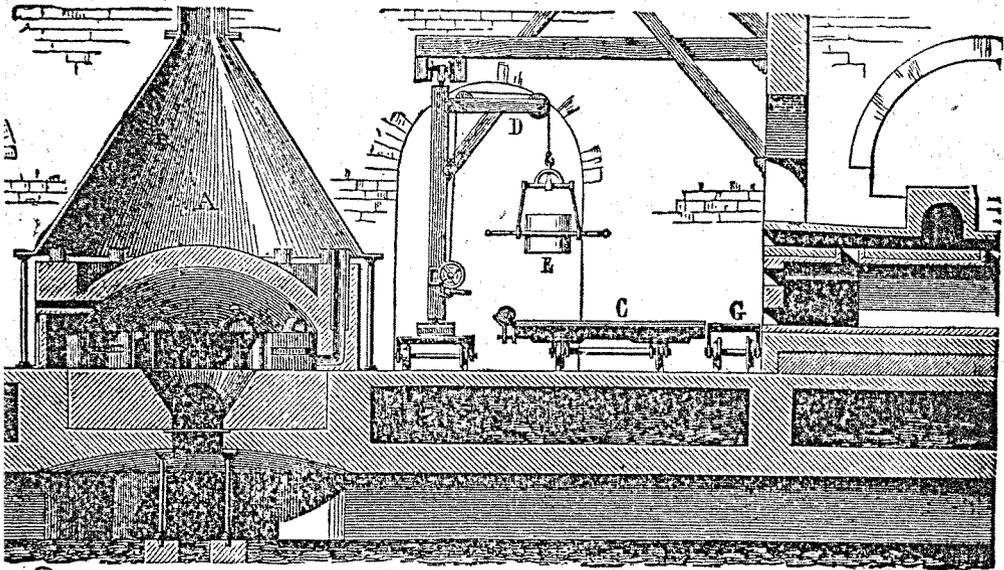

Fig. 368. — Coulée des glaces.
**Coulage.** — Les glaces sont faites par *coulage*; les fours sont des fours à creusets. Un four renferme de 12 à 24 pots ou creusets, chacun d'eux contenant de 7 à 800 kil. de matière. La paroi extérieure du creuset est pourvue en son milieu d'une rainure, appelée *ceinture*. Les ouvreaux du four sont assez grands pour qu'on puisse en extraire à volonté un creuset. Quand le verre a acquis la plasticité voulue, on saisit le creuset en engageant dans sa ceinture les mâchoires d'une grande tenaille portée sur roues. On le retire du four A, et on le suspend à une grue D (fig. 368) qui, en tournant, l'apporte en E, au-dessus de la *table de coulée* C. Cette table est en fonte; elle est munie de tringles mobiles, ayant l'épaisseur de la glace à obtenir et espacées de façon à limiter exactement la surface que doit occuper la glace. Le creuset est basculé, et la pâte s'écoule sur la table, commençant à s'étaler. Immédiatement, on fait entrer en jeu un rouleau de fonte qui, supporté par les tringles et guidé, court sur toute la surface, étendant la pâte, et la